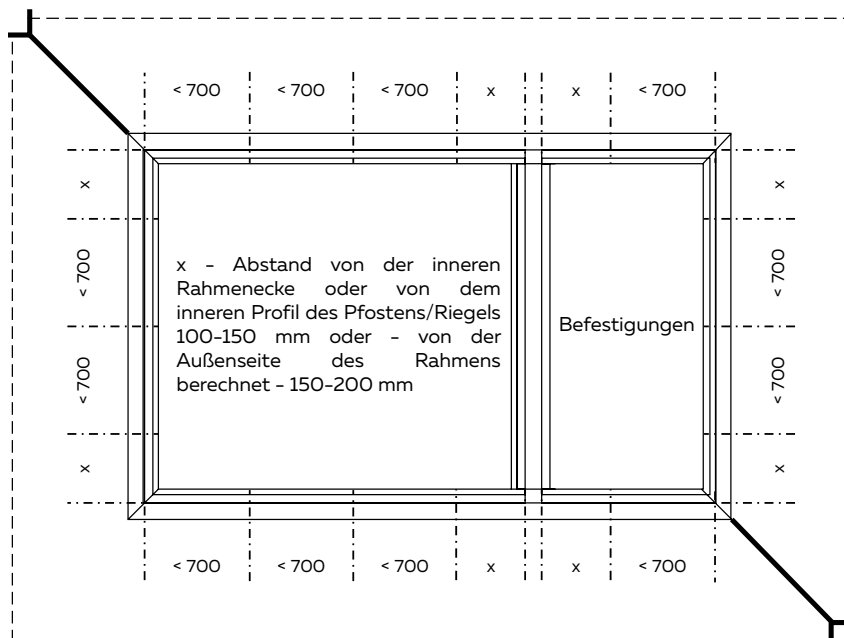
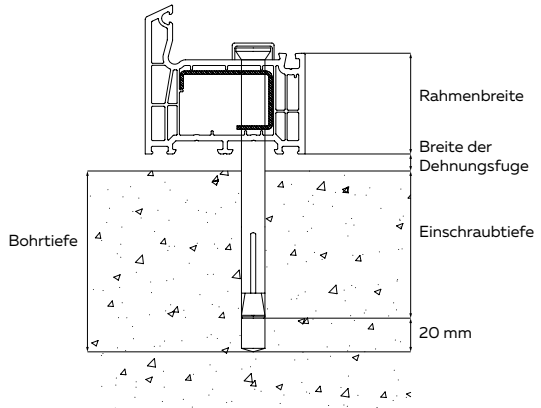
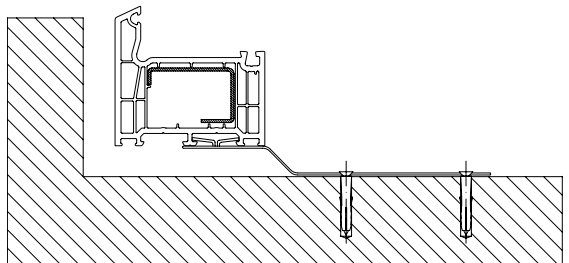

Abb. 1 Befestigung von PVC-Profilen
Abb. 2a
Abb. 3
- Befestigen Sie den Rahmen mit Dübeln, Schrauben (Abb. 2a und 2b Seite 6) oder Montageankern (Abb. 3 Seite 6). Werden Dübel an der Unterseite des Rahmens verwendet, müssen die Dübellöcher mit Silikon gefüllt werden, um sie abzudichten. Die Lage der Befestigungen ist in Abbildung 1 auf Seite 5 dargestellt.